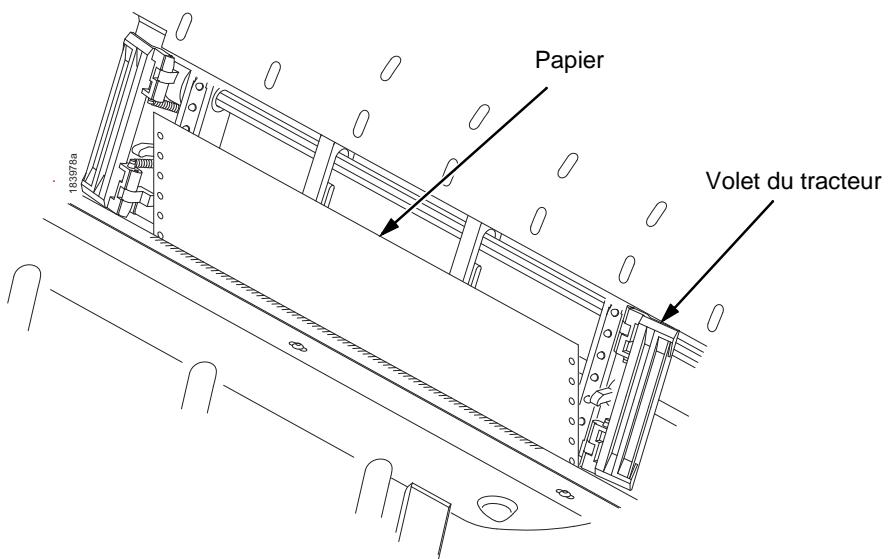

Figure 31. Rechargement du papier
7. Rechargez le papier dans les tracteurs (voir Figure 31).